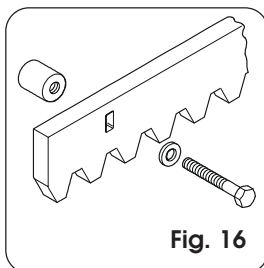

Fig. 16
4.4.2. CRÉMAILLÈRE EN ACIER A VISSER (FIG. 16)
- 5) Placer un autre élément de crémaillère à côté du précédent en utilisant, pour mettre en phase la denture des deux éléments, un élément de crémaillère d'après la fig. 16.